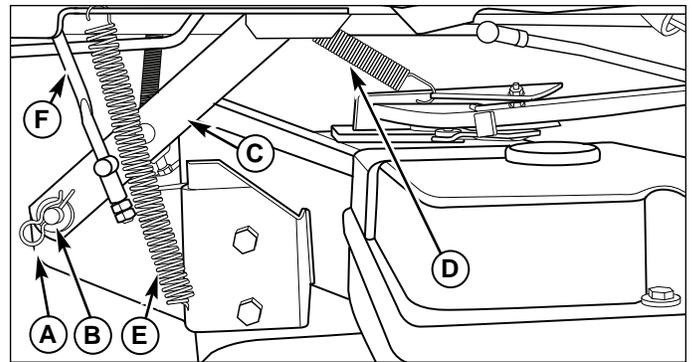
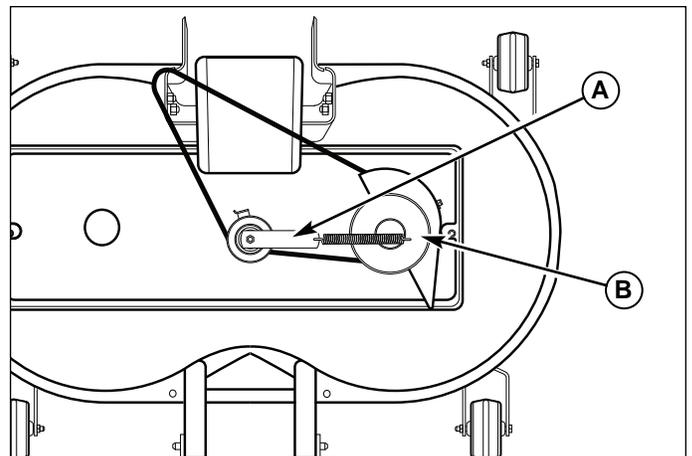

Figure 4. Dépose et installation du plateau de coupe de la tondeuse (vue de dessous du côté droit du tracteur)
Figure 5. Dépose et pose de la courroie
2. Mettre le carter de coupe dans sa position de coupe la plus basse au moyen du levier de réglage de hauteur (A).
3. Placer également le levier de levage (A) sur sa position la plus basse.
4. Démontre les goupilles en épingle à cheveux (A, Figure 4) des tourillons (B) sur les deux côtés du plateau de la tondeuse. Enlever les tourillons des bras de levage du plateau de la tondeuse (C). Remettre les goupilles en épingles à cheveux en place pour ne pas les perdre.
5. Enlever le ressort supérieur (D) et les deux ressorts inférieurs (E) des deux côtés du plateau de la tondeuse.
6. Relâcher la tension de courroie avec le bras de renvoi (A). Déposer la courroie de la poulie de PDF (B, Figure 5).
6. Attacher le ressort supérieur (D, Figure 4) et les deux ressorts inférieurs (E) sur les deux côtés du plateau de la tondeuse.
7. Connecter les tourillons (B) aux bras de levage du plateau de la tondeuse (C). Fixer avec épingles à cheveux (A).
8. Déplacer le bras de renvoi (A, Figure 5) pour augmenter la tension de la courroie.